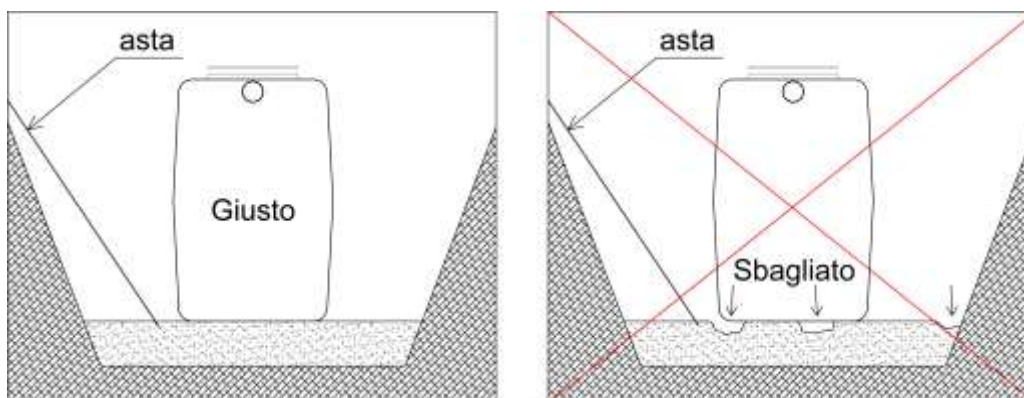

Figura 4-6 ELIMINAZIONE VUOTI DEL RIEMPIMENTO
- Usare materiale per riempimento approvato (fare riferimento al paragrafo "Letto e Riempimento") evitando vuoti al disotto del manufatto (Figura 4-6);